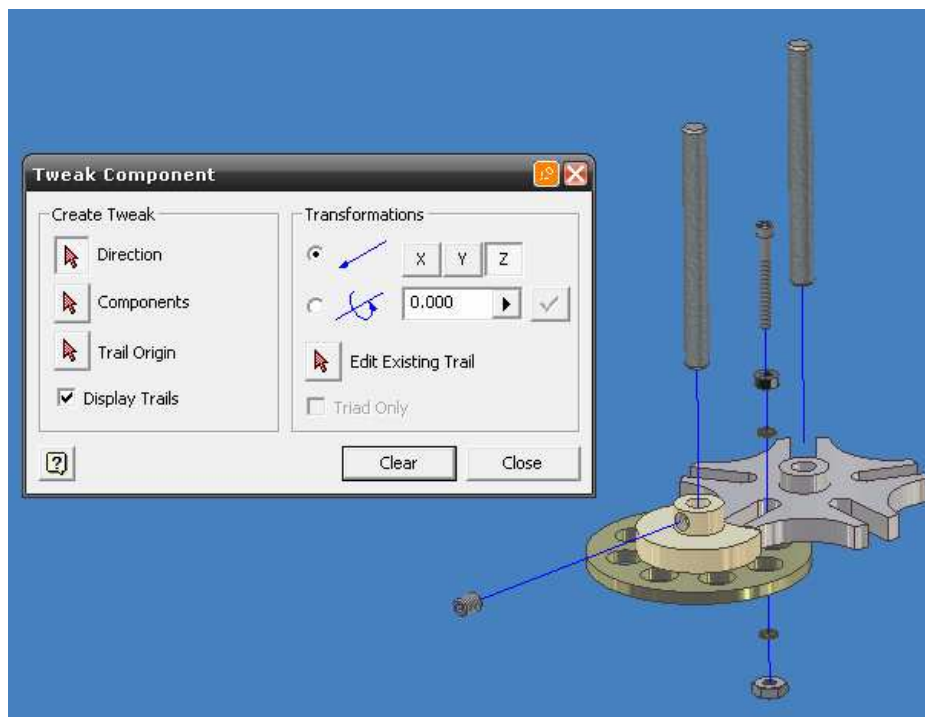

Figura 5.24 *Desplazamiento lineal de tuerca y arandela.*
12.-Realicemos la misma operación con la tuerca y la segunda arandela, que se encuentran debajo de la placa índice, figura 5.24.